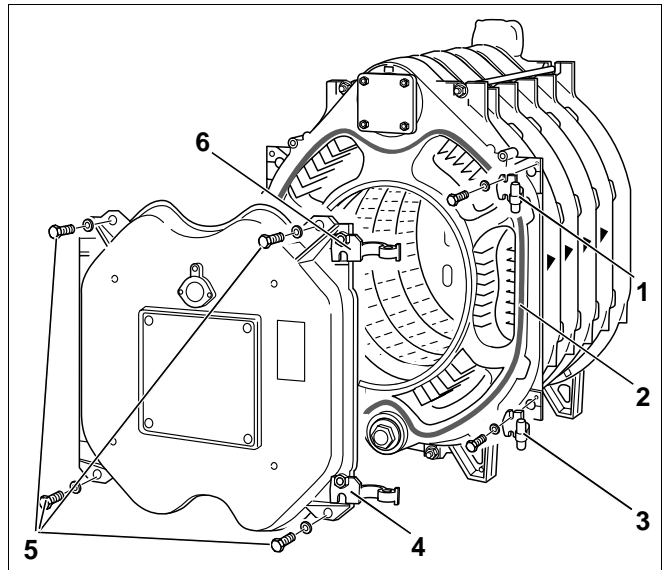

Fig. 26 Montering af brænderdør
Fra fabrikken er de to hængseløjer (Fig. 26, **pos. 4 og 6**) monteret på højre side af brænderdøren. Hvis døren ønskes monteret venstrehængt, skal hængseløjerne flyttes over på venstre side af brænderdøren.
- Skru hængseltappene (Fig. 26, **pos. 1 og 3**) på forelementet med hver 2 maskinskruer M 12 x 50. Fig. 26 viser døren højrehængt. Med venstrehængt dør skal hængseltappene monteres på venstre side.
- Fastklæb GP-snoen, \varnothing 18 mm, i forelementet med Silastik-klæber. Samlingen i tætningssnoen skal være placeret på siden (Fig. 26, **pos. 2**).
- Luk brænderdøren, og lås den med 4 maskinskruer (M16 x 140) (Fig. 26, **pos. 5**). Krydsspænd maskinskruerne ensartet.